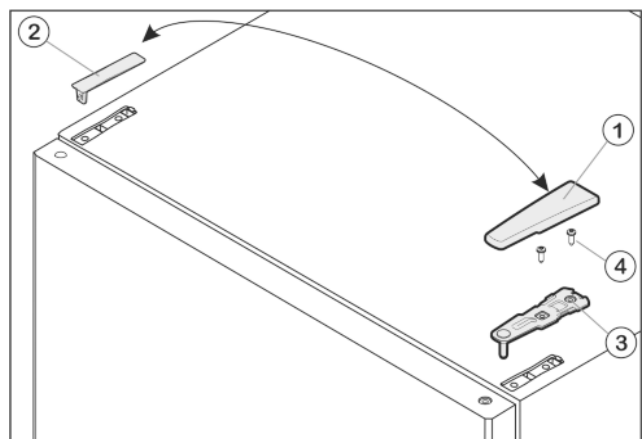

Fig. 7
- ▶ Enlever le cache Fig. 7 (1) vers l'avant et vers le haut.
- ▶ Retirer le cache Fig. 7 (2).
- ▶ Dévisser le support d'appui supérieur Fig. 7 (3)(2 Torx® 25) Fig. 7 (4) et retirer vers le haut.
- ▶ Placer le support d'appui supérieur Fig. 7 (3) sur le nouveau côté charnière de porte.
- ▶ Visser le support d'appui supérieur à fond (avec 4 Nm) (2 Torx® 25) Fig. 7 (4). Pointer les trous de vissage ou utiliser une visseuse sans fil.
- ▶ Faire encliqueter le cache Fig. 7 (1) et le cache Fig. 7 (2) du côté opposé.